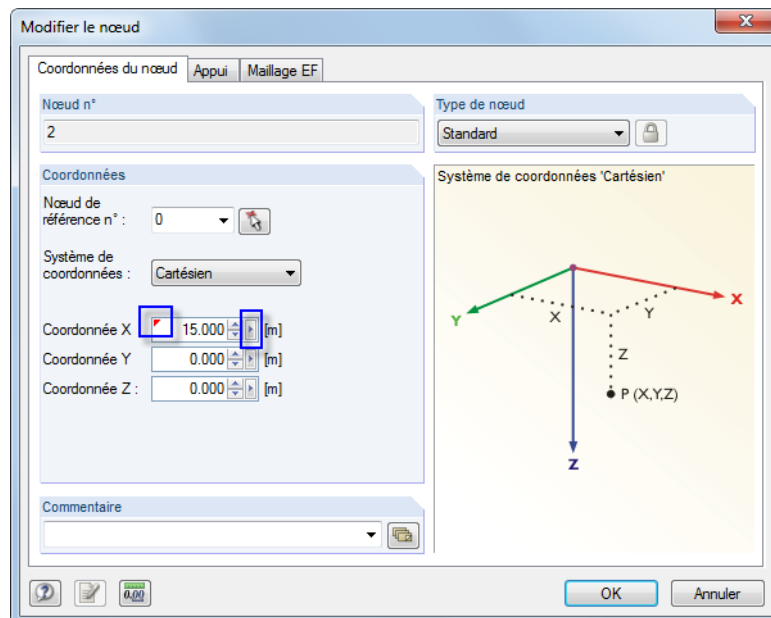

Figure 11.139: Boîte de dialogue avec formule assignée et bouton de fonction
- utilisez les boutons de fonction dans les boîtes de dialogue (voir la Figure 11.139).